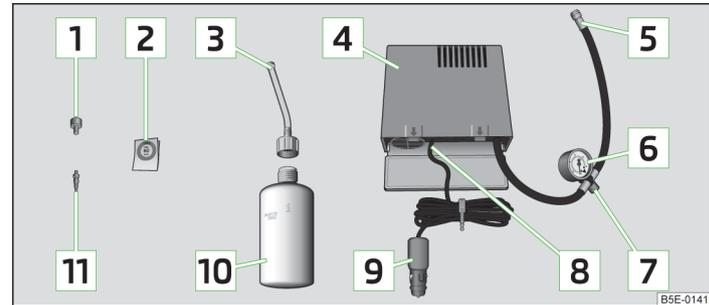

Abb. 202 Bestandteile des Pannensets
Bestandteile des Pannensets » Abb. 202.
- › Den Aufkleber **[2]** » Abb. 202 auf Seite 249 auf die Schalttafel im Sichtfeld des Fahrers kleben.
- › Die Reifenfüllflasche **[10]** » Abb. 202 auf Seite 249 einige Male kräftig hin und her schütteln.
- › Den Reifenfüllschlauch **[5]** » Abb. 202 auf Seite 249 des Luftkompressors fest auf das Reifenventil schrauben.